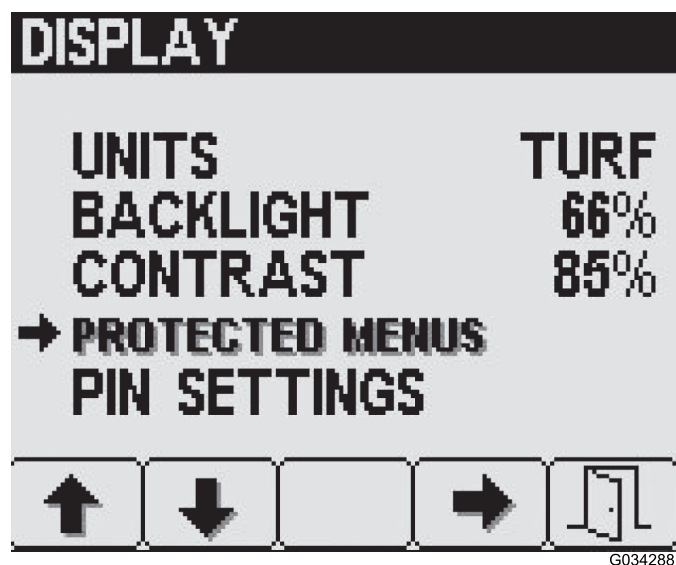

Figura 12
1. Prima o botão 2 no ecrã de definições até chegar à opção de menus protegidos e depois prima o botão 4 para selecionar (Figura 12).
2. Prima o botão 2 até chegar ao item de menu protegido pretendido (Figura 12).